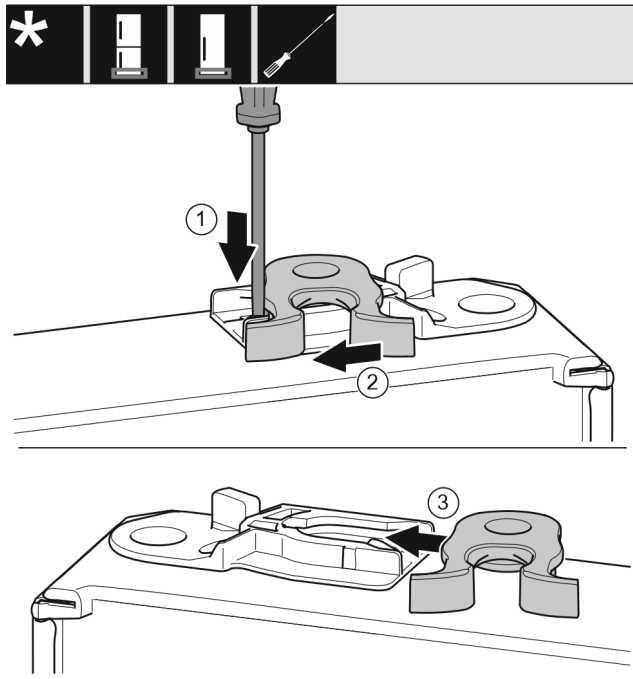

Fig. 23 *
- Pousser la languette Fig. 23 (1) vers le bas avec un tournevis plat.*
- Retirer la gâche Fig. 23 (2) du guide.*
- Pousser la gâche Fig. 23 (3) de l'autre côté dans le guide.*